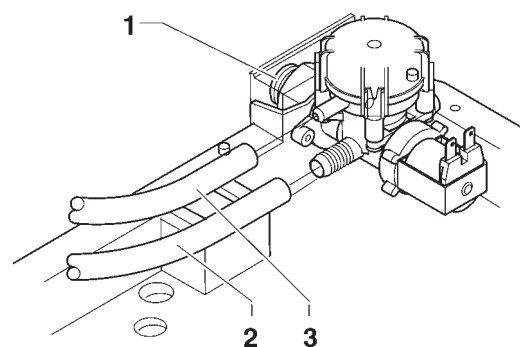

Fig. 13
Anslut genom ett lämpligt rör (finns att få även som tillbehörsats) som kan klara nättrycket och som är lämpligt för livsmedel (minimal inre diameter 6 mm.) vattenledningsnätet till kopplingsstycket 3/4" gas på elektroventilen för vatteninloppet (se fig. 13).
Elektroventilen för vattenintaget (se fig. 13) är utrustad med en antiöversvämningsanordning, som mekaniskt hindrar vattnet från att strömma in, när en felaktig funktion på själva elektroventilen eller på kontrollmekanismen för vattenivån i boilern uppstår.
- lossa kopplingsstycket som fäster elektroventilens tillförselledning för att urladda det resterande nättrycket och dra åt det på nytt (se Fig. 13);